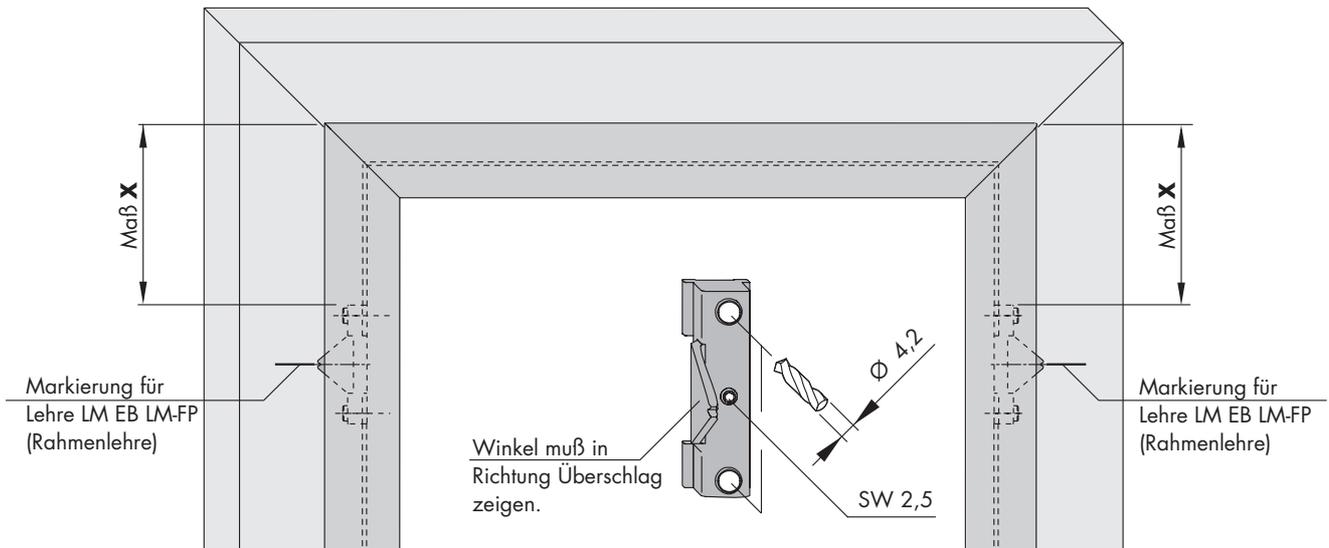

Bild 1
- 3 Bohrungen  $\varnothing 4,2$  für Halteplatte (12) bohren (siehe Bild 1).
- 4 Markierungen für Lehre LM EB LM-FP (Rahmenlehre) am Rahmen vornehmen (siehe Bild 1).